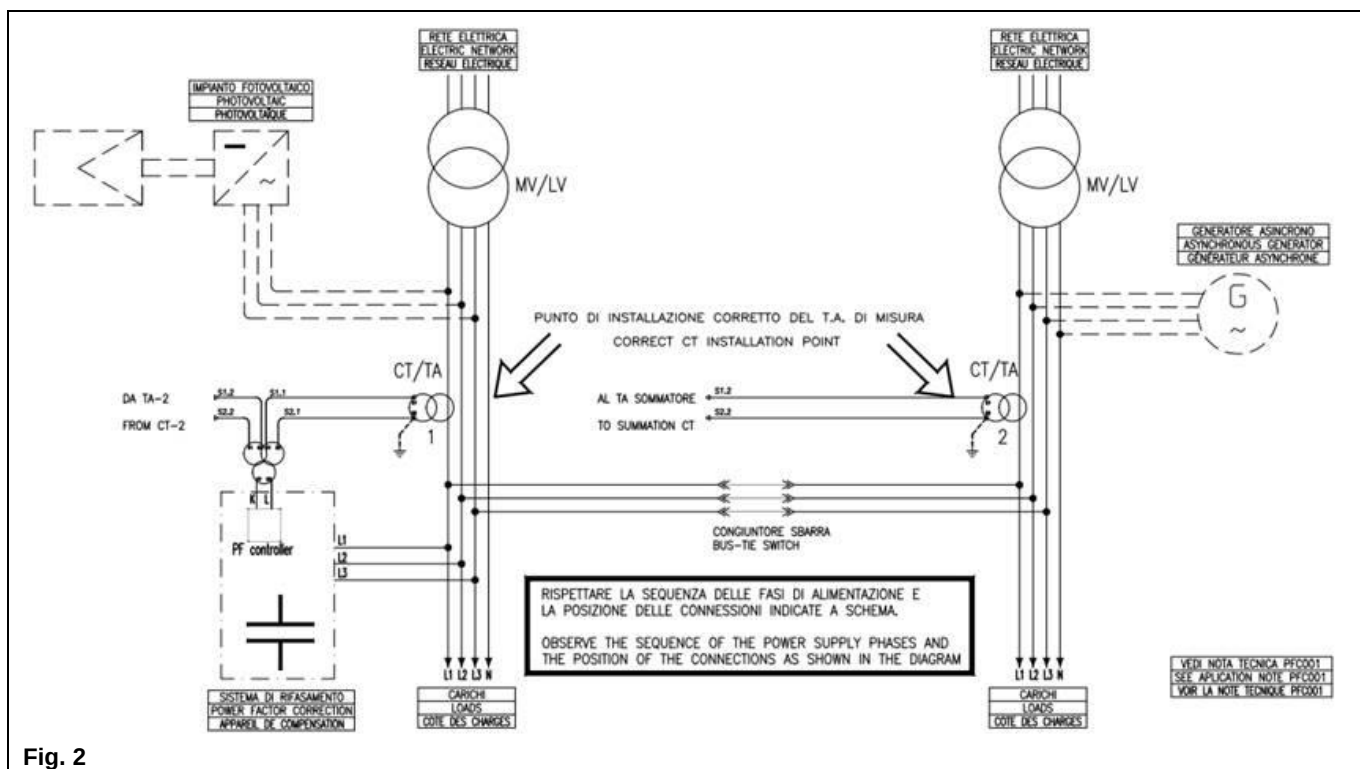

Fig. 2
1. Scegliere un trasformatore di misura di corrente (CT) con le seguenti caratteristiche:
2. Se le tre fasi sono bilanciate, installare il CT sulla fase corrispondente R (o L1) a monte di tutti carichi induttivi e dell'apparecchiatura di rifasamento (**Vedi Fig. 1e Fig. 2**). Se le tre fasi non sono bilanciate, installare il CT sulla fase con maggior corrente, collegando le altre fasi in sequenza rispettando la sequenza delle fasi.